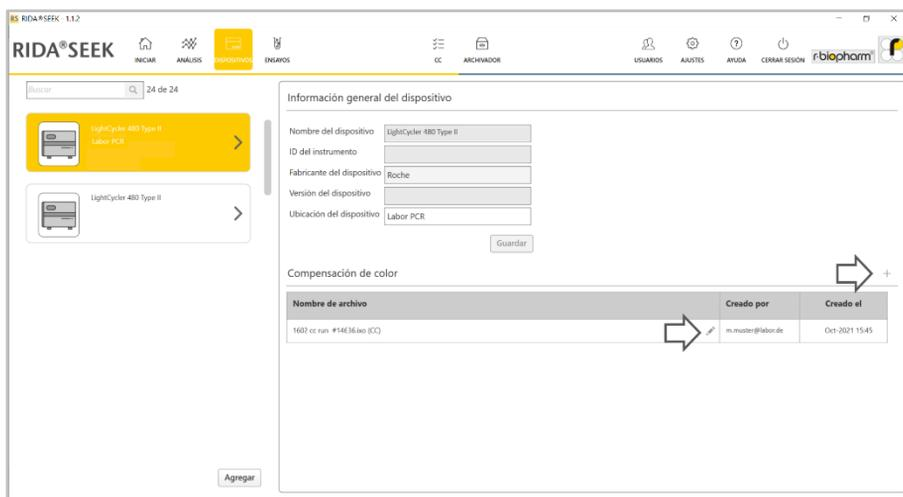

Figura 11: Módulo **DISPOSITIVO**: Agregue un archivo CC con el icono **+**. Edite un archivo de compensación de color con el icono **Lápiz** (función Editar).
Los archivos de compensación de color (CC) se pueden administrar dentro del módulo **DISPOSITIVOS** de RIDA®SEEK. Para acceder, seleccione el módulo **DISPOSITIVOS** en el panel superior. Es necesario utilizar un CC para los equipos Roche LightCycler® y cobas®. El archivo CC puede agregarse al dispositivo asociado seleccionando el dispositivo en la lista del panel izquierdo. Dentro de la sección de **Compensación de color** del dispositivo, seleccione el icono **+** (función Agregar) para seleccionar un archivo (figura 11). Busque el archivo correcto y elija el nombre de subconjunto "CC" para las muestras de compensación de color en la placa, tal como se especifica en el software LightCycler® durante la configuración de la placa. En el paso siguiente del asistente, el archivo puede vincularse a cualquier ensayo según sea necesario, ya sea como una opción disponible o como el valor predeterminado durante la configuración del análisis (véase la sección **3.3, apartado Configurar ensayos**).